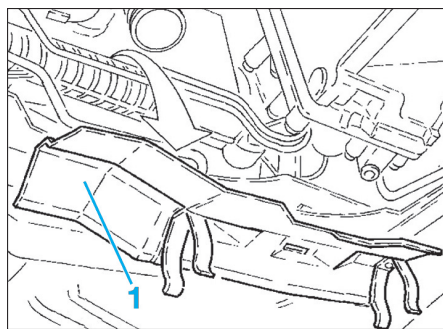

Fig. 1
- Déposer la protection (1) du boîtier de direction en écartant les agrafes (Fig.1).